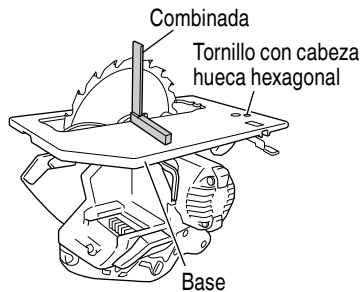

Fig. 37
6. Ajuste de la base y la hoja de sierra para mantener la perpendicularidad (Fig. 37)
- (1) Gire la cara de la base hacia arriba (Fig. 37), y afloje la palanca (A).
- (2) Aplique una escuadra a la base y la cuchilla de la sierra y, girando el tornillo con cabeza hueca hexagonal con una llave de barra hexagonal de 3 mm, desplace la posición de la base hasta conseguir el ángulo recto deseado.